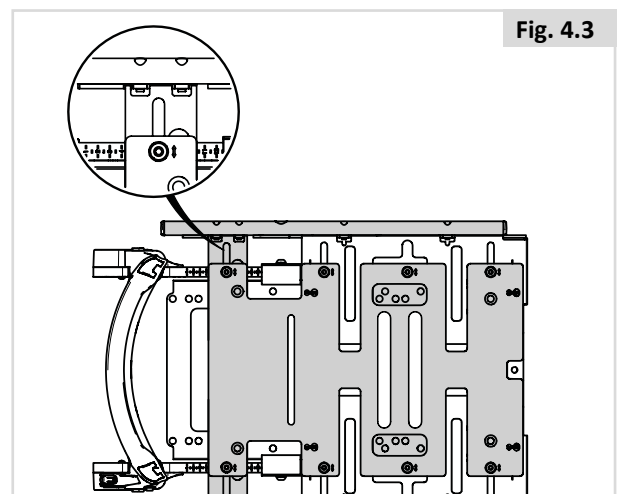

Fig. 4.3
- Montieren Sie die Montageplatte für eine größere Sitztiefe von 530 mm für eine höhere Stabilität der langen Sitzschiene (Fig. 4.3).